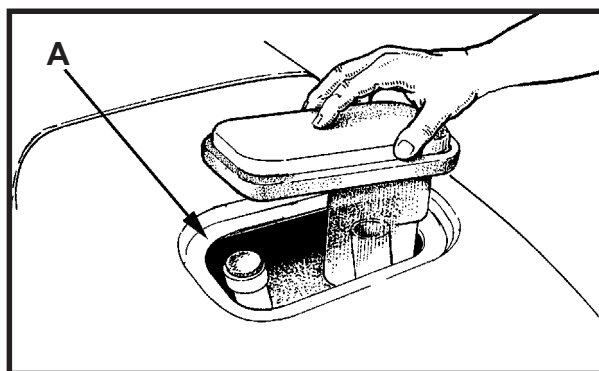

Abb. 2
3. Vergewissern Sie sich, daß der Verschuß des Schmutzwassertanks ordnungsgemäß sitzt. Siehe Abb.2.
4. Vergewissern Sie sich, daß der Siebfilter über dem Vakuummotor sauber und an Ort und Stelle ist. Siehe Abb.2(a).